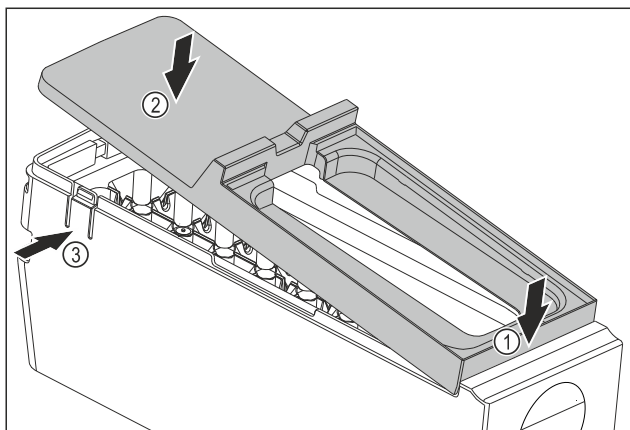

Fig. 109
- ▶ Montáž krytu korpusu EasyTwist-Ice: Nasadte kryt na přední stranu. Fig. 109 (1)
- ▶ Spusťte kryt vzadu dolů. Fig. 109 (2)
- ▷ Kryt slyšitelně zaklapne v obou lamelách Fig. 109 (3).